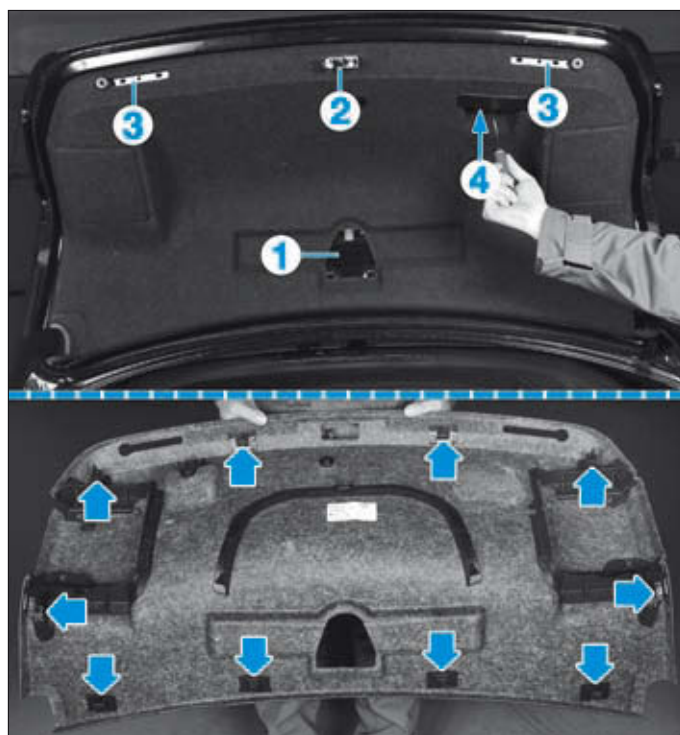

FIG. 46
- le cache du triangle de signalisation (1) (Fig.46),
- le cache de la serrure de coffre (2).
- Dégrafer les baguettes de butée (3) à l'aide d'un petit tournevis.
- Déposer la vis (4).